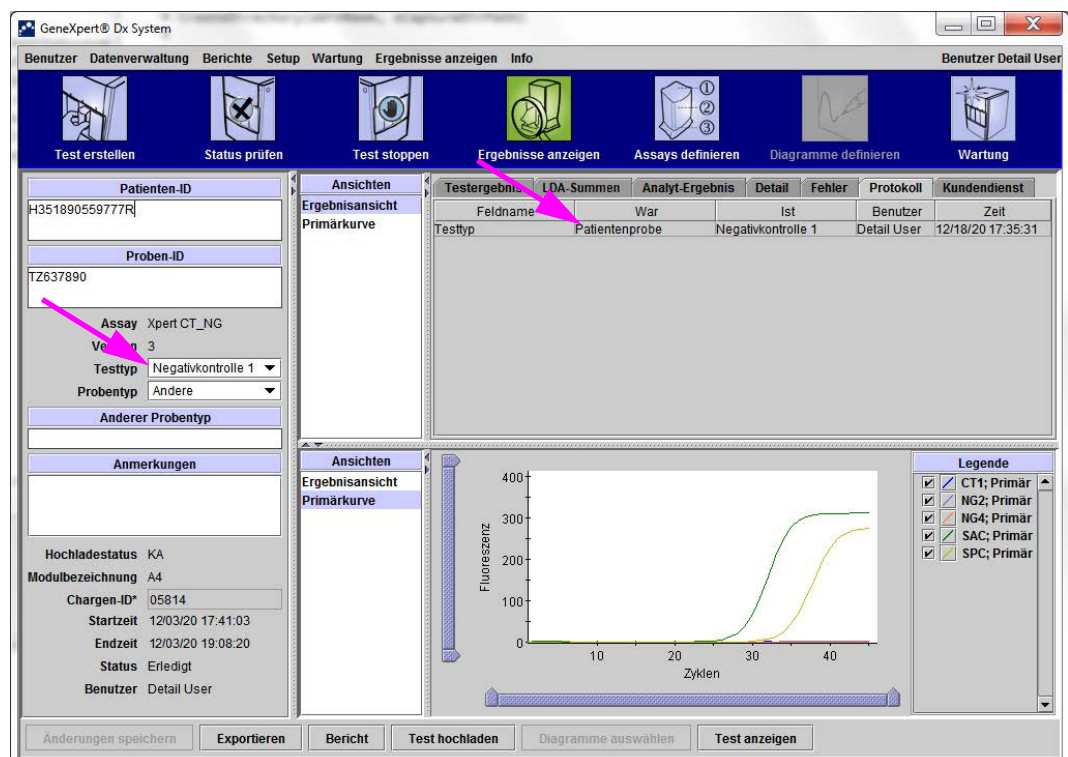

Abbildung 5-52. Registerkarte „Protokoll“ mit der Änderung des Testtyps von „Patientenprobe“ zu „Negativkontrolle“
5. Klicken Sie auf **Ja**, um die Änderungen zu speichern und fortzufahren. Die Software zeichnet ein Protokoll der Änderungen auf (vgl. Abbildung 5-52).